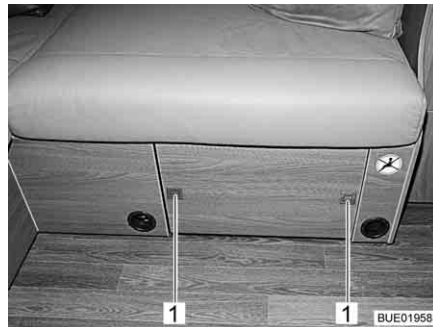

Bild 114 Soffbord, förvarat
- Tryck på tryckknapparna (Bild 114,1) på sittlådans skydd. Tryckknapparna hoppar ut.
- Tryck in tryckknapparna (Bild 114,1) tills de snäpper fast.